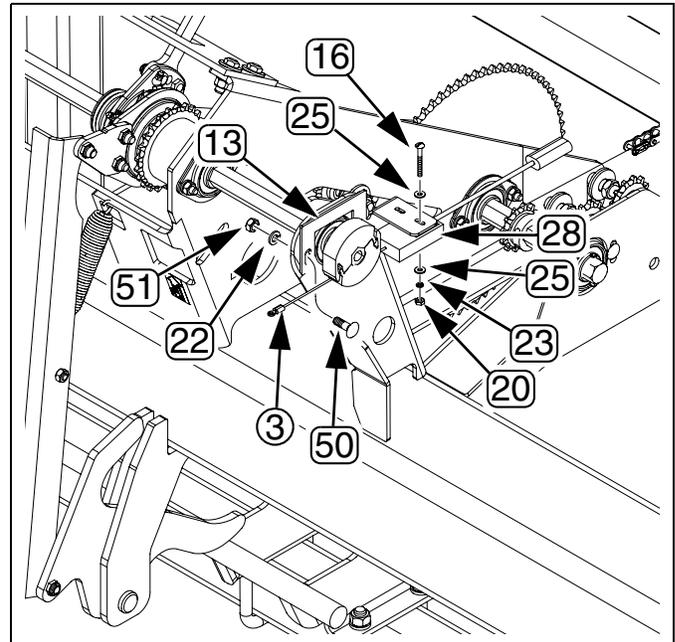

Figura 14
*Fare riferimento alla Figura 14 (l'esempio mostra il modello 2S-2600)*
⑬ 168-491D SUPPORTO MOBILE ACROMETRO
⑳ 221398 SWITCH